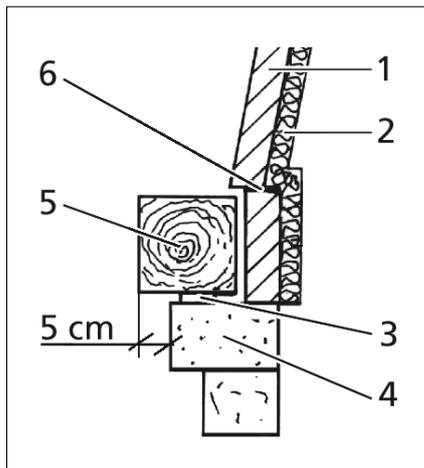

Bild 2-10 Holzbalken
- Legen Sie darauf die mitgelieferte Protectorschiene so, wie aus nebenstehendem Bild 2-10 ersichtlich. Der Holzbalken erhält dadurch rundum die erforderliche Hinterlüftung.